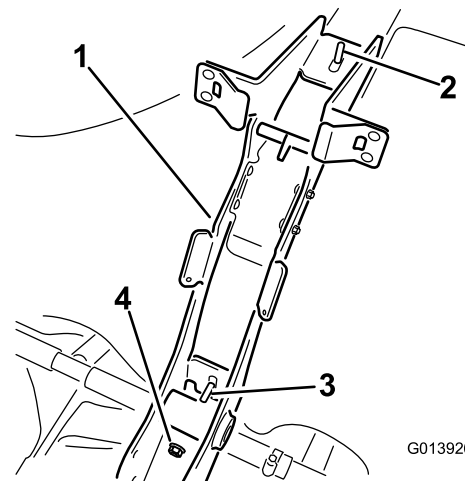

Figure 4
7. Fixez le cadre porteur principal à la sangle de la cuve (Figure 4) au moyen de 2 contre-écrous à embase (3/8 po).